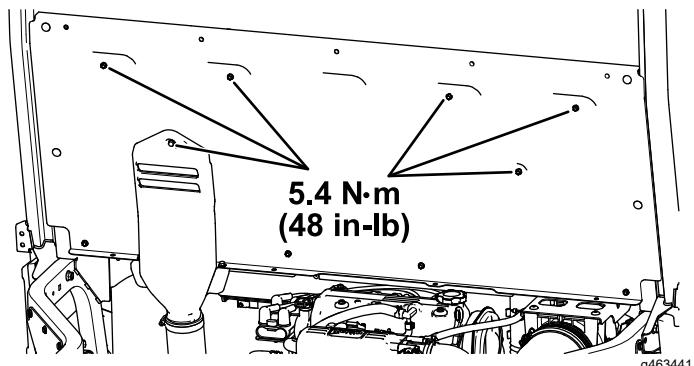

Figure 68
H. Serrez les 11 boulons à tête hexagonale à embase ($\frac{1}{4} \times \frac{3}{4}$ po) et le boulon captif fixés au capot d'admission CVT à $5,4 \text{ N}\cdot\text{m}$ (48 po-lb), comme montré à la Figure 68.